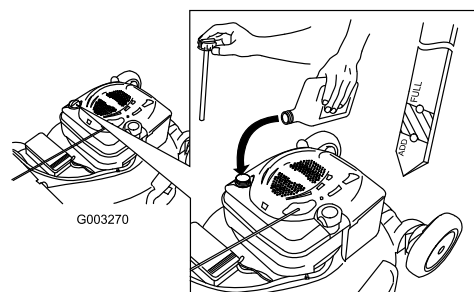

Figura 7
1. Retire la varilla (Figura 7).
2. Vierta **lentamente** aceite en el tubo de llenado hasta que el nivel llegue a la marca Full de la varilla (Figura 7). **No llene demasiado.** (Capacidad máxima: 0,59 l, tipo: SAE 30, aceite detergente con